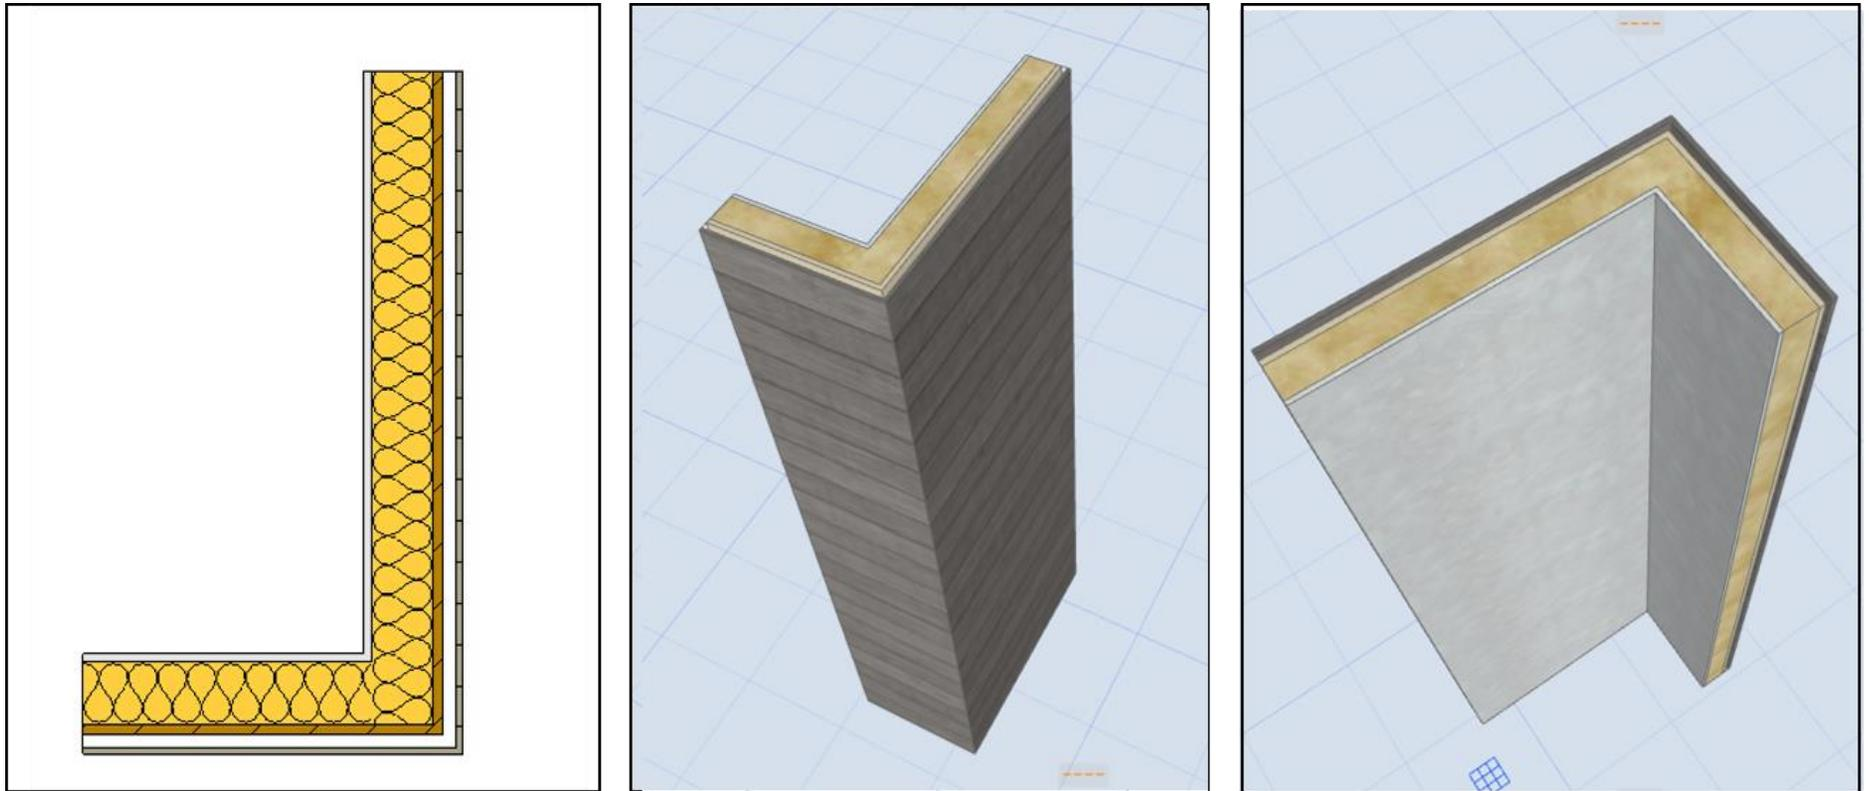

**Fig. 14**
- A. Configurar el *Cuadro de Información* según requerimientos del usuario, definiendo entre otros el método geométrico de modelación **Geometric Method** (1) y la línea de inserción del muro **Reference Line Location** (2). (Fig. 14)
- B. Comenzar a modelar en la *Pantalla Gráfica* un muro según los requerimientos del usuario. (Fig. 14)